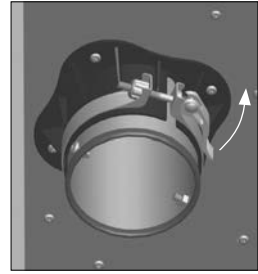

Рис. 3
Перед опусканием колонки шланг необходимо убрать в колонку, чтобы не повредить его. Для уменьшения размеров устройства, например, для транспортировки, откройте фиксатор на столе (рис. 3) и осторожно опустите колонку (3) в кожух резервуара (7/8). Будьте осторожны при опускании! При открытии фиксатора придерживайте колонку.